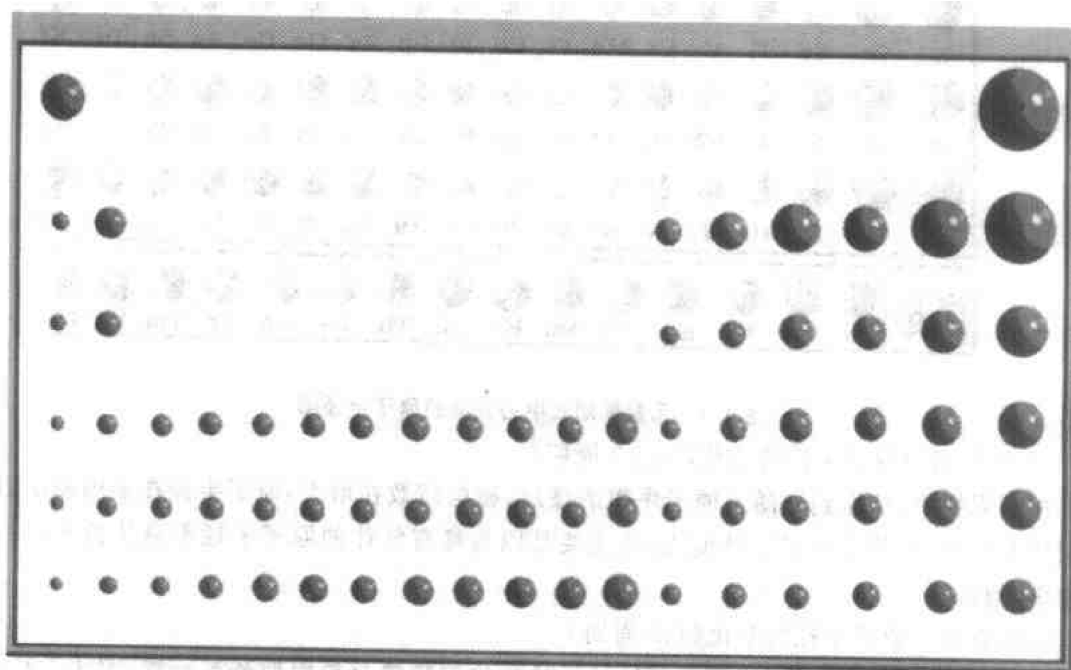
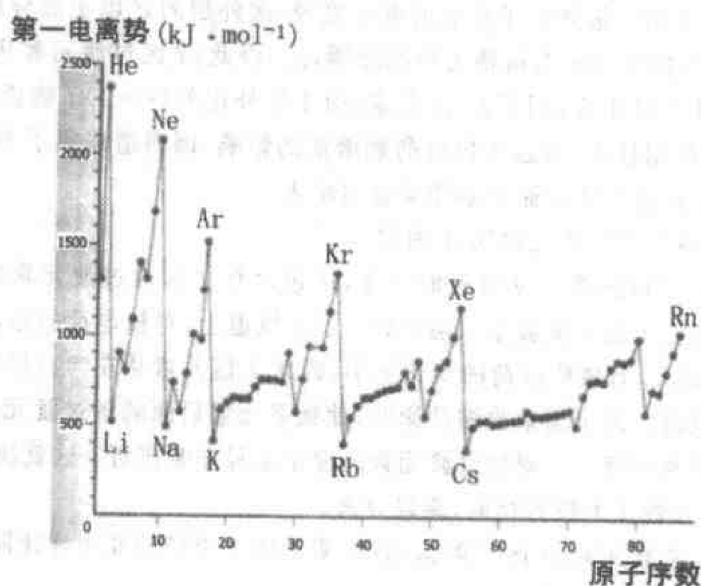

图 2.4 元素第一电离势周期性变化图(a)
图 2.5 元素第一电离势周期性变化图(b)
电离势的大小,主要取决于原子核电荷、原子半径和原子的电子层结构。由图 2.4 或图 2.5 可见元素第一电离势的周期性变化。
(1)如图 2.5 所示,在每一周期中,在曲线各最高点的是稀有气体元素,它的原子具有稳定的 8 电子结构,所以它的电离势最高;而在曲线各最低点的是碱金属元素,它们的电离势在同